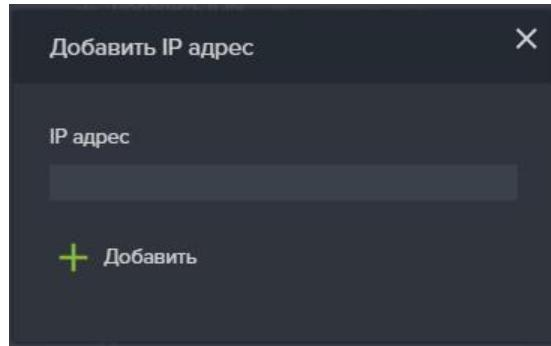

Рисунок 77. Окно добавления IP адреса
12. Введите в открывшемся окне IP адрес. (см. Рисунок 77);
6. В области «IP адреса» нажмите кнопку «Добавить» (см. Рисунок 77)